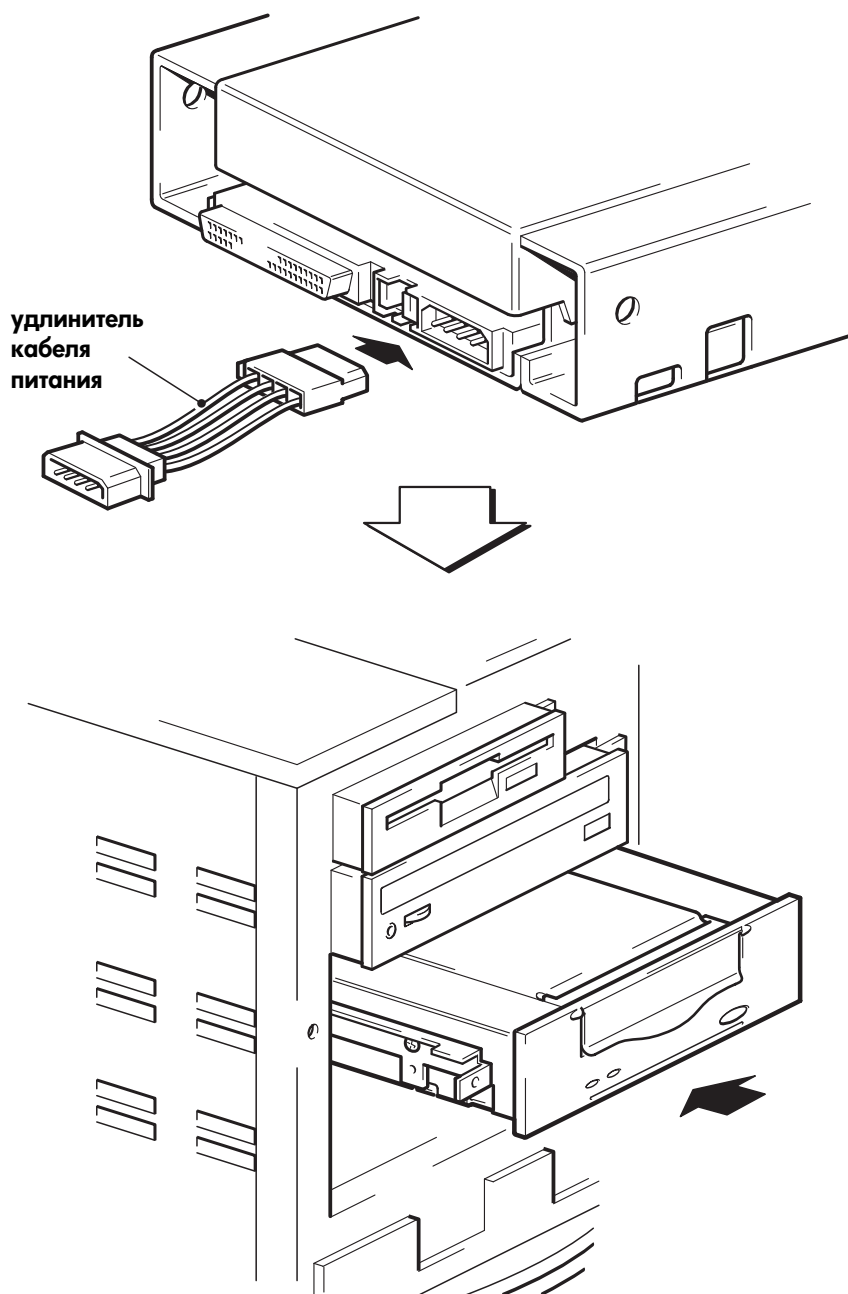

Рис. 7. Установка стримера
- 1 Подключите удлинитель кабеля питания к разъему питания на задней панели стримера (см. Рис. 7).
- 2 Вставьте стример в свободный отсек, выровняв лоток или полозья относительно направляющих (см. Рис. 7).